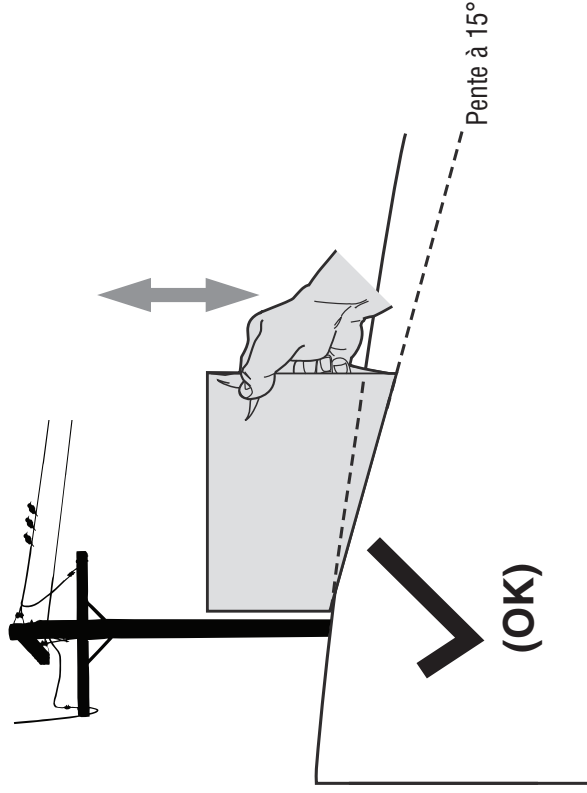

Figure 1
3. Alignez un côté de cette page avec l'objet (Voir les Figures 1 et 2).